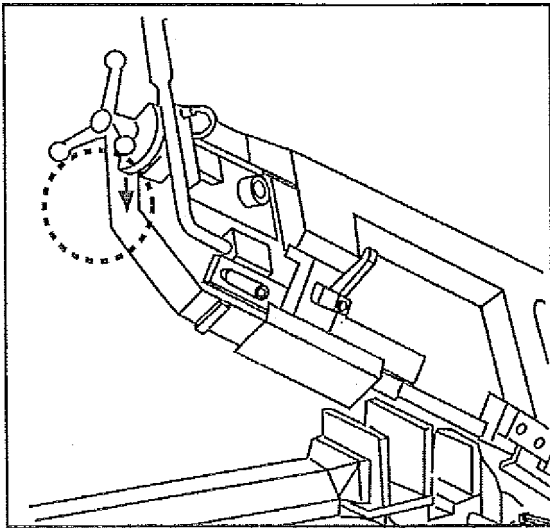

Fig.6
- Asegúrese de que la cinta de corte gira en la dirección de la flecha del dispositivo de seguridad que lo recubre y que los dientes de la sierra están bien orientados (Fig.6).